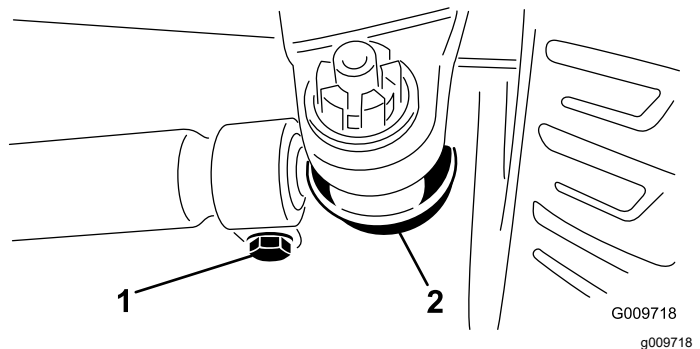

Figure 73
2. Pour le régler le pincement, retirez la goupille fendue et l'écrou de l'une des rotules de biellette (Figure 73).
4. Desserrez les fixations aux deux extrémités des biellettes (Figure 73).